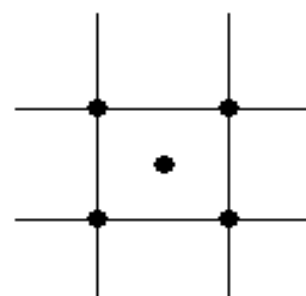

Рис. 65
2) найти число атомов в центрированной плоской квадратной ячейке методом расчета (рис. 65).